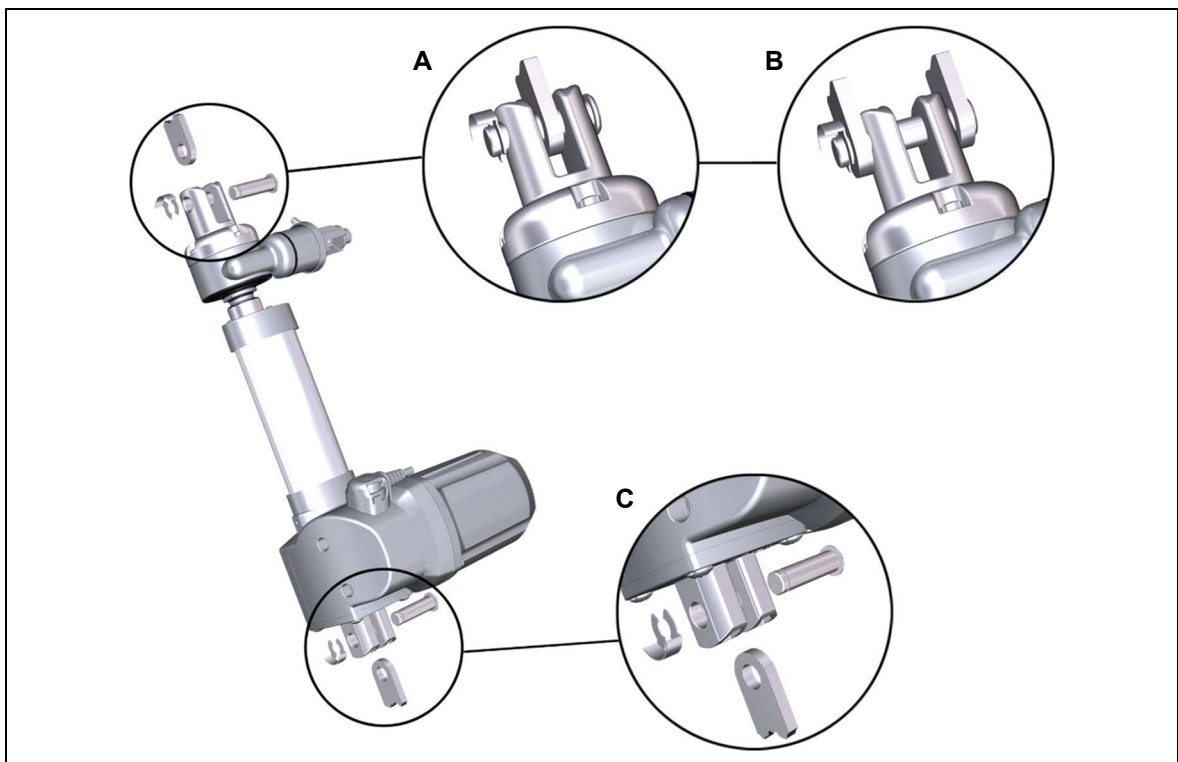

Abbildung 19 Empfohlene Beschlag-Auslegung
Neben dem genauen Fluchten der Beschläge zueinander, ist sicherzustellen, dass auf beiden Seiten der Beschläge nur eine Befestigungslasche (**A** in Abbildung 19) verwendet wird. Die Gefahr, dass beide Befestigungslaschen nicht miteinander fluchten und dadurch die Antriebseinheit verkantet, wird mit dieser Maßnahme reduziert.
Der Antrieb muss fest eingebaut sein, jedoch soll genügend Bewegungsfreiheit an seinen Befestigungspunkten vorhanden sein. Der Antrieb muss so befestigt werden, dass er in allen Positionen gegen Verdrehen und Verbiegen geschützt ist. Es können auch Beschläge mit zwei Befestigungslaschen (**B** in Abbildung 19) verwendet werden, nur sollten diese genau fluchten, damit es nicht zu einer Erhöhung der Auszugskraft kommt.
- Empfehlung: Das Langloch (**C** in Abbildung 19) sollte mindestens 2 Millimeter Spiel aufweisen.